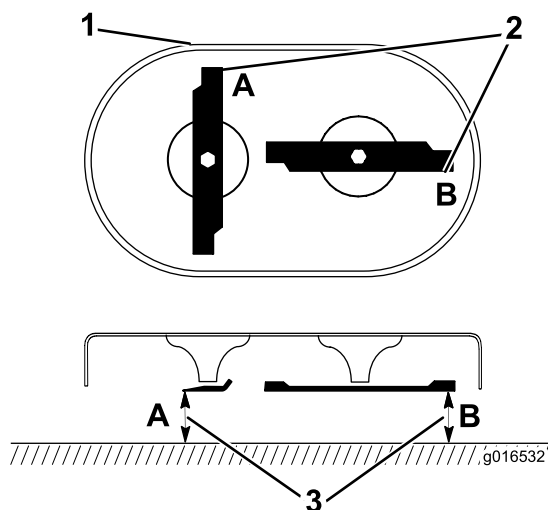

Figure 39
1. Faites pivoter les lames pour les positionner comme montré à la Figure 39.
2. Mesurez la distance entre une surface plane et le tranchant des lames aux points A et B, (Figure 39), et notez ces deux dimensions.